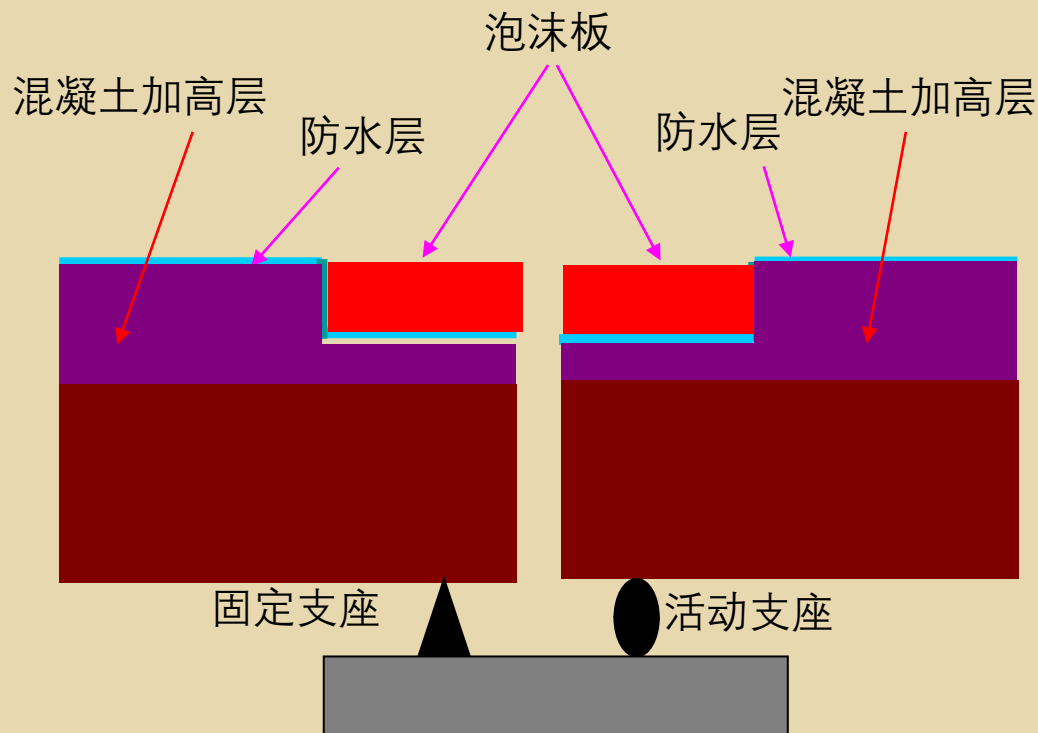

图1：高强度挤塑板
- 为减小轨道系统由梁端转角带来的附加力，在梁缝两端各纵向长1.45m，横向宽度2.95m范围设置一层5cm厚的高强度挤塑板，泡沫板与桥面通过胶合剂粘贴（见图1）。